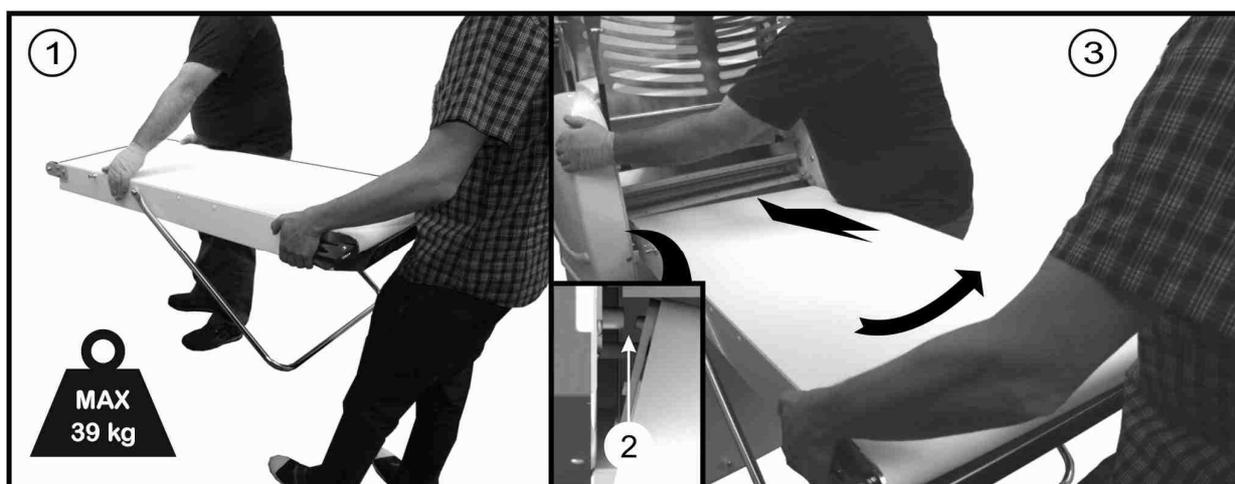
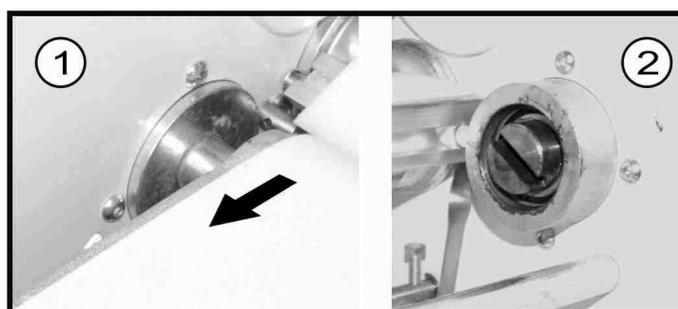

Рисунок 11
Рисунок 12
Для корректной установки рабочих столов необходимо задействовать двух человек, как описано ниже и указано на Рисунок 11 и Рисунок 12:
- Поднимите рабочий стол как указано на из. 1 Рисунок 11. Обратите особое внимание на масло, присутствующее на двух штифтах из. 1 и 2 Рисунок 11
- Вставьте задний штифт из.2 Рисунок 11 в соответствующее крепление, присутствующее на задней опоре
- В то время как один оператор поддерживает рабочий стол на внешней части, второй оператор толкает бедром рабочий стол по стрелке (к задней стенке), одновременно поддерживая опоры оборудования, из. 3 Рисунок 11
- Одновременно рабочий, находящийся у изголовья оборудования слегка поворачивает рабочий стол по стрелке для соединения с тяговым кронштейном из. 2 Рисунок 12
- Мягко переместите ленту по стрелке из. 1 Рисунок 12 для того, чтобы тяговой кронштейн вошёл в соответствующее отверстие, что произойдёт после щелчка и последующей блокировки самой ленты.